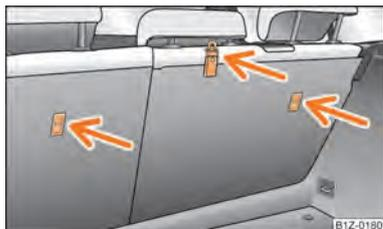

Fig. 137 Assento traseiro: Top Tether
Em alguns países as normas legais nacionais exigem o equipamento dos assentos traseiros com olhais de fixação para assentos para crianças com o sistema „Top Tether“ ⇒ Fig. 137.
- Fixe o assento para crianças com o sistema „Top Tether“ só nos pontos para isso previstos ⇒ Fig. 137.